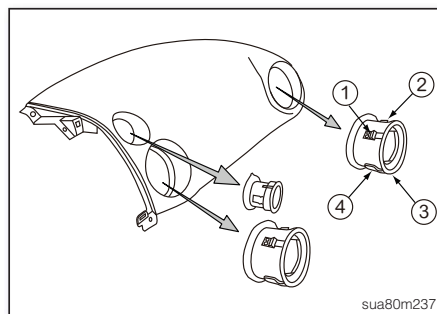

图43
2. 从前乘客侧气囊模块背后按下前乘客侧出风口扣钩①~④ (如图43), 并将出风口向外抽出, 取出出风口。